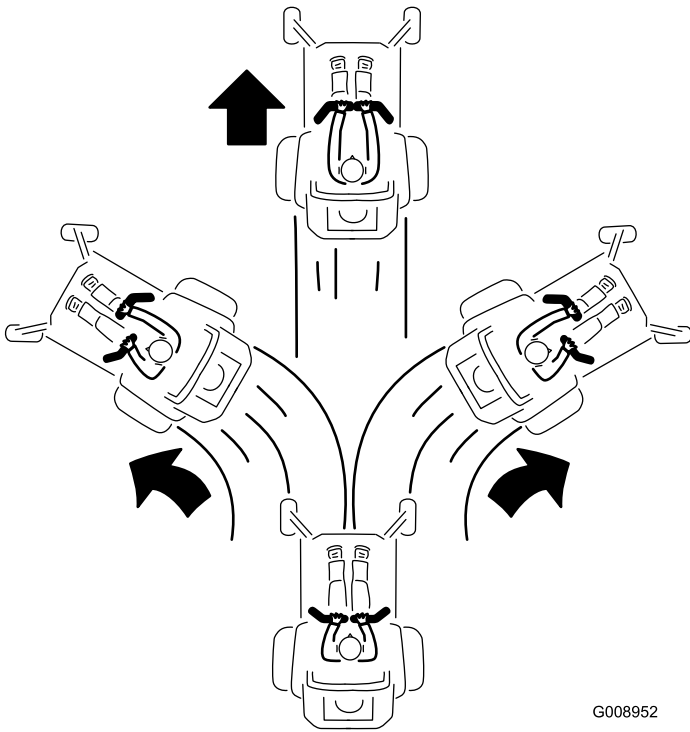

Figura 27
3. Pour vous déplacer en marche avant, poussez lentement les leviers de commande de déplacement vers l'avant (Figura 27).